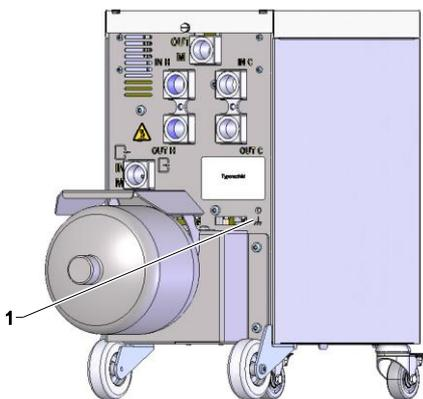

图 16: 功能接地线
如果切换单元附近存在较大的EMC干扰源，可能会影响其功能。在这种情况下，切换单元外壳必须用接地线接地 ( 功能性接地的接点，参见 (1) 图 16 ) 。